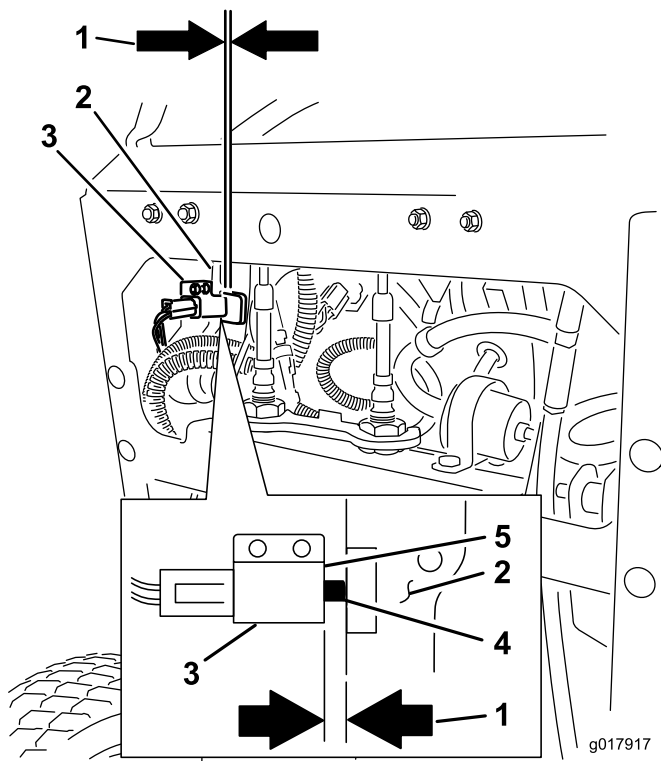

Figure 72
12. Vérifiez l'écartement entre le levier de frein et l'interrupteur comme illustré à la Figure 72. L'écartement doit être de 3 mm (1/8") quand le frein est serré.